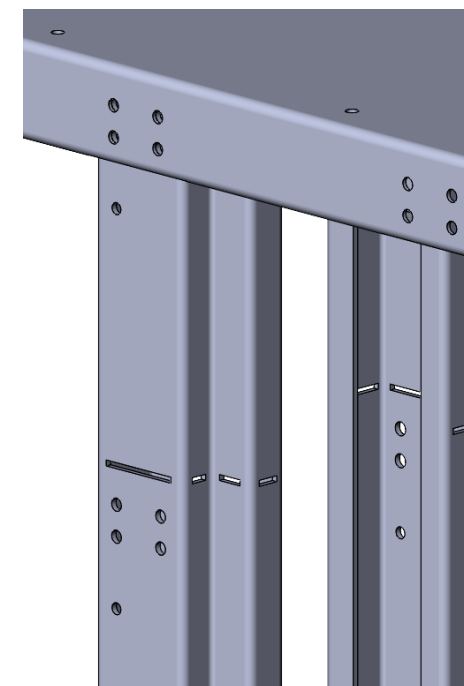

рис.2.2
3. Установить одну из стоек в фигурные вырезы дна (D) и крыши (V), совместив соединительные отверстия сопрягаемых деталей и закрепить с помощью заклёпок 3,2х12мм (рис.2.2, 2.3).